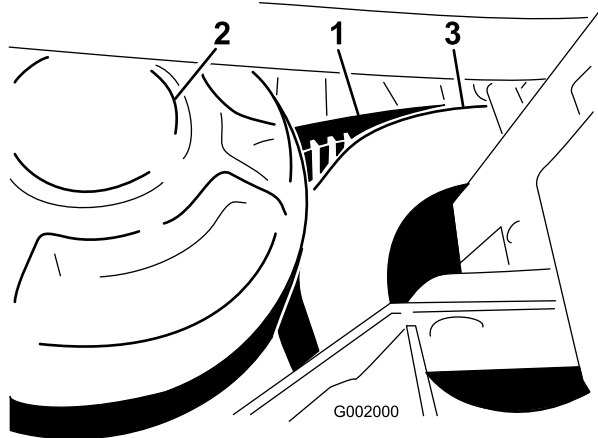

Figura 61
1. Girate la cinghia e fatela passare sulla frizione secondaria (Figura 61).